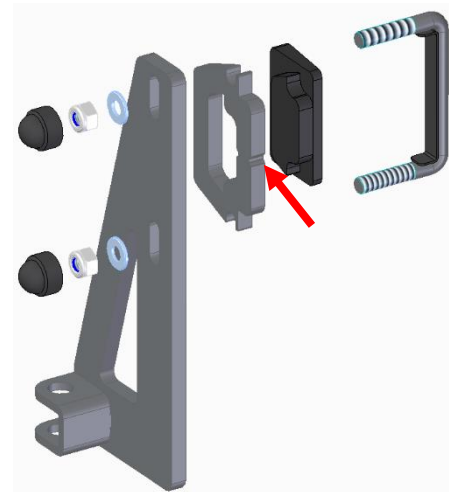
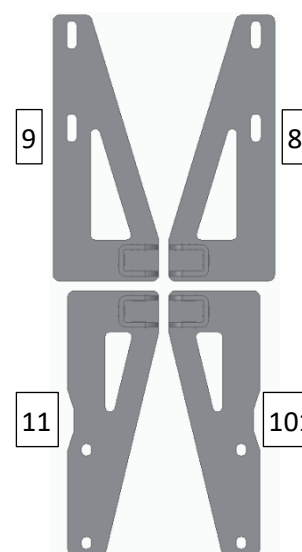

Abbildung 2
Abbildung 3
Danach werden die Gewindebügel (14) ebenfalls von der Innenseite des Scharniers auf das Scharnier geschoben. Während eine Person den Gewindebügel auf der Innenseite des Scharniers hält, montiert eine weitere die Kunststoff- (13), Blechunterlage (12) und die Halterung (8, 9, 10 oder 11) mit den Unterlegscheiben (22), Muttern (21) und Schutzkappen (25 - Abb. 2). Bei 90° geöffneter Türe zeigen die Auskerbungen (siehe Pfeil in Abb. 2) in der Blechunterlage immer Richtung Fahrzeugfront. Ziehen sie die Muttern gleichmäßig an. Bei den unteren Halterungen (10+11 in Abb. 3) können die Muttern gleich mit 20Nm festgezogen werden, die oberen (8+9 in Abb. 3) reichen vorerst handfest.